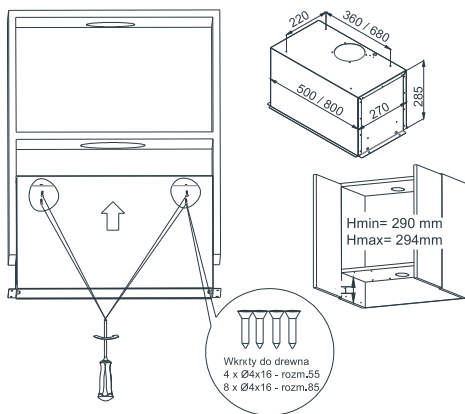

Рис. 12
7.6. Монтаж вытяжки с верхним креплением (Рис. 12).